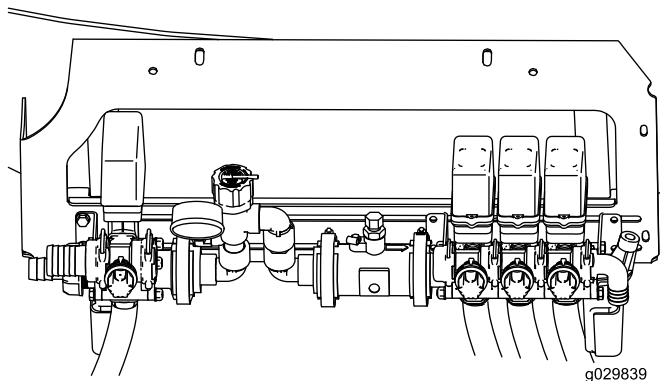

图4
11. 小心地移动流量计和喷洒臂段阀门总成，使流量计与泄压组件齐平（图4）。